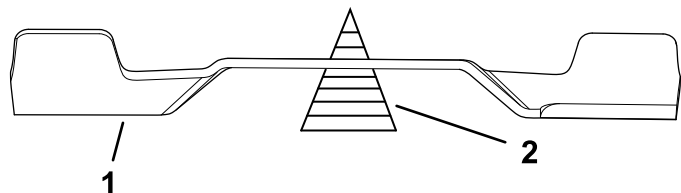

Figura 107
2. Controllate l'equilibrio della lama posizionandola su un bilanciatore (Figura 107).